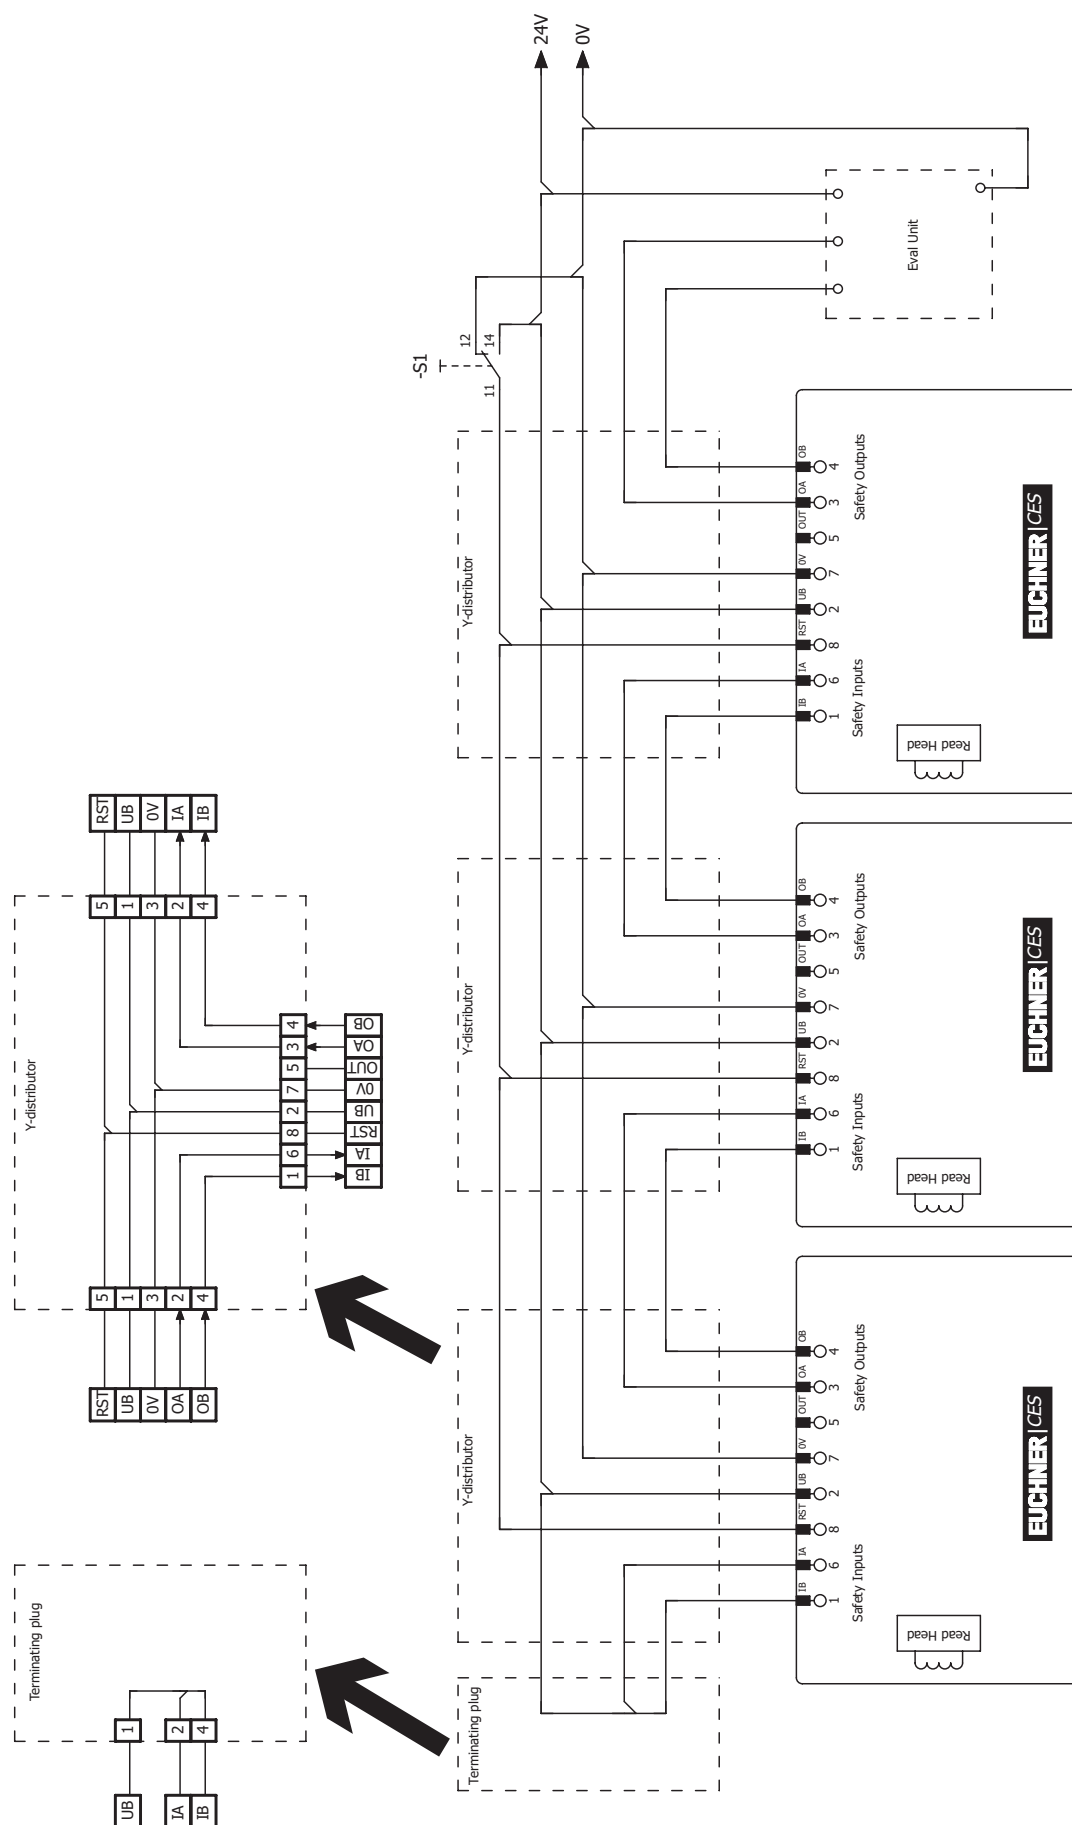

Fig. 4: Esempio di collegamento in serie con reset e deviatore
- › Si dovrà utilizzare un segnale comune per tutti i finecorsa di una catena. Questo potrebbe provenire da un deviatore oppure dall'uscita di un sistema di controllo. Un pulsante, in questo caso, non è idoneo poiché durante l'esercizio il reset deve sempre essere applicato a GND (vedere finecorsa S1 alla Fig. 4 a pagina 20).
Perché questo sia possibile, l'ingresso RST deve essere collegato come illustrato alla Fig. 4 a pagina 20.